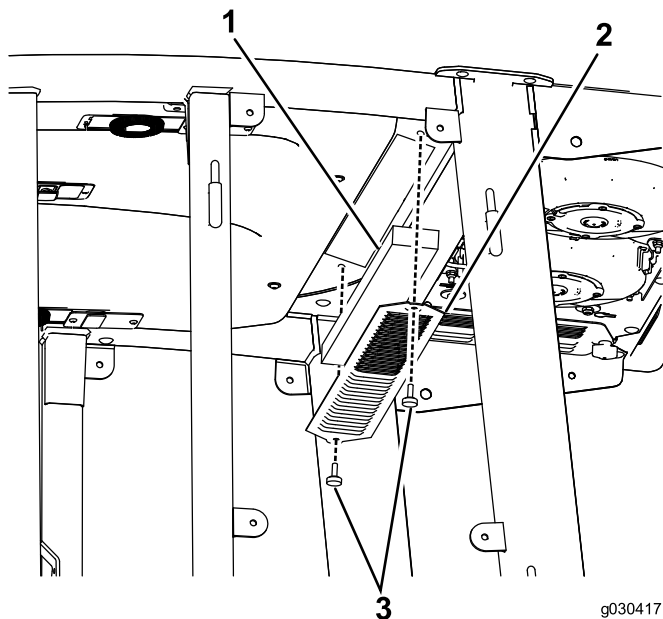

Bild 22
- Nehmen Sie die Daumenschrauben und Gitter vom internen Kabinenfilter und den hinteren Kabinenfiltern ab (Bild 22).